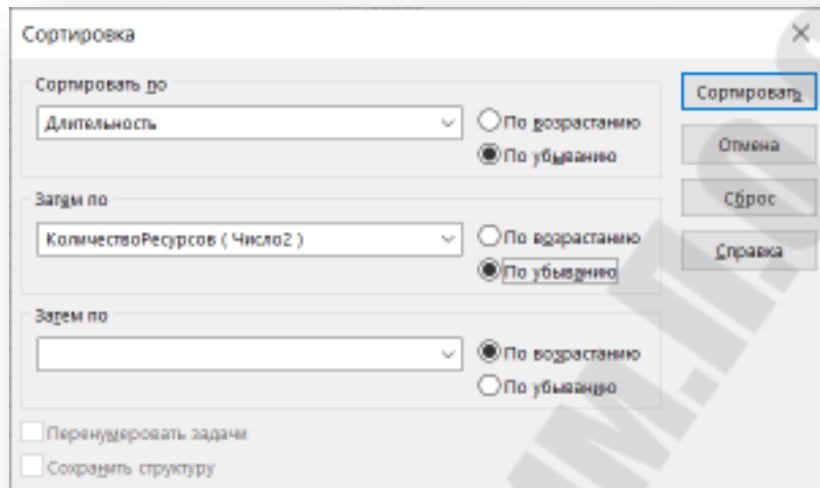

Рис. 2.47. Окно сортировки
- р. Сортировать по – Длительность (по убыванию), Затем по – Количество ресурсов (рисунок 2.47).